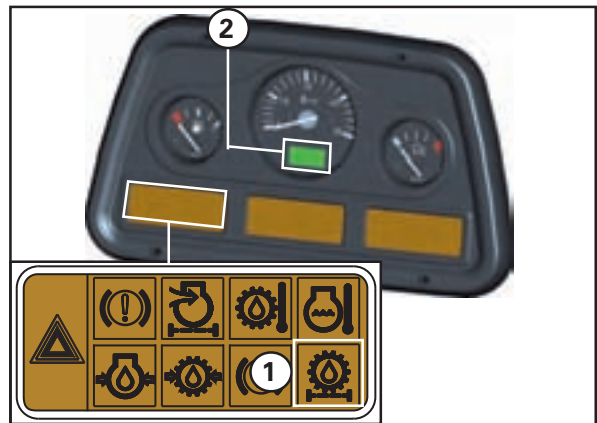

Fig. 265
El filtro de retorno (4), tendrá como diagnóstico la luz indicadora (1 - Fig. 265), para informar cuando está obstruido.